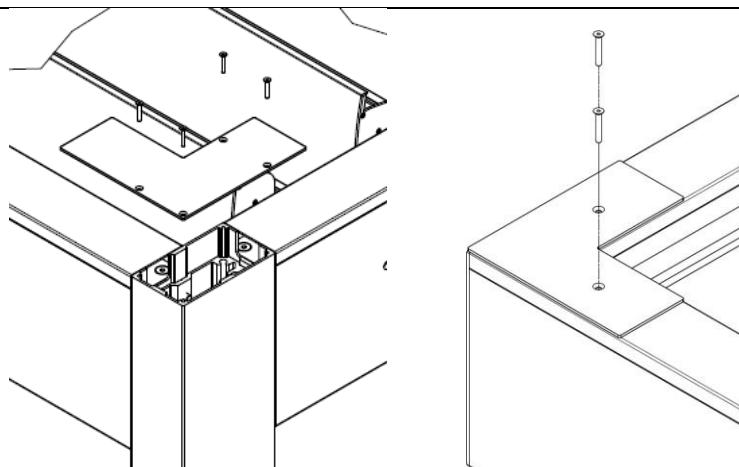

Abbildung 55
5. In den Ecken der Pergola sind Eckkappen auf die Revisionsklappen aufzusetzen. Bei Ecken mit Pfosten ist die Kappe durch die vorhandene Lochanordnung mit 4 Konusschrauben mit Innensechskant M4x25 festzuschauben (Abb. 55 links).
7. Vor dem Aufsetzen empfiehlt es sich, die Unterseite der Abdeckung zu entfetten und mit Dichtmasse zu bestreichen. Die Abdeckungen auf die Revisionsöffnungen aufsetzen und die Löcher ausrichten. Von oben mit M5x35-Kegelkopfschrauben und Innensechskant (Abb. 55-rechts). Nach dem Festziehen die Schraubenköpfe mit Dichtmasse sichern.
8. Auf die Abflüsse am unteren Ende der Pfosten können Kunststoffabdeckungen aufgesetzt werden (im Zubehör mit rostfreien Schrauben ST4,2x19 erhältlich). Es gibt zwei Typen: schmal (Seitenbreite 85 mm) und breit (Seitenbreite 150 mm) – Abb. 55.